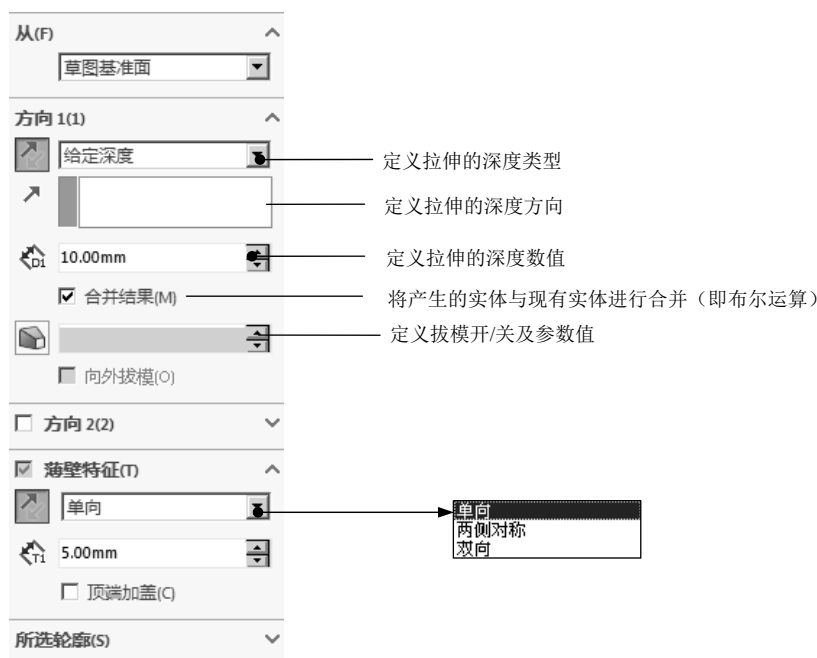

图 5.1.26 “凸台-拉伸”对话框
(1) 选取薄壁厚度类型。在“凸台-拉伸”对话框 ☒ **薄壁特征(I)** 区域的下拉列表中选择 **单向** 选项。
(2) 定义薄壁厚度值。在 ☒ **薄壁特征(I)** 区域的  文本框中输入深度值 5.00，如图 5.1.26 所示，单击 ☒ **薄壁特征(I)** 区域中的  按钮。
说明：如图 5.1.26 所示，打开“拉伸”对话框中 ☒ **薄壁特征(I)** 区域的下拉列表，列表中各薄壁深度类型选项说明如下。